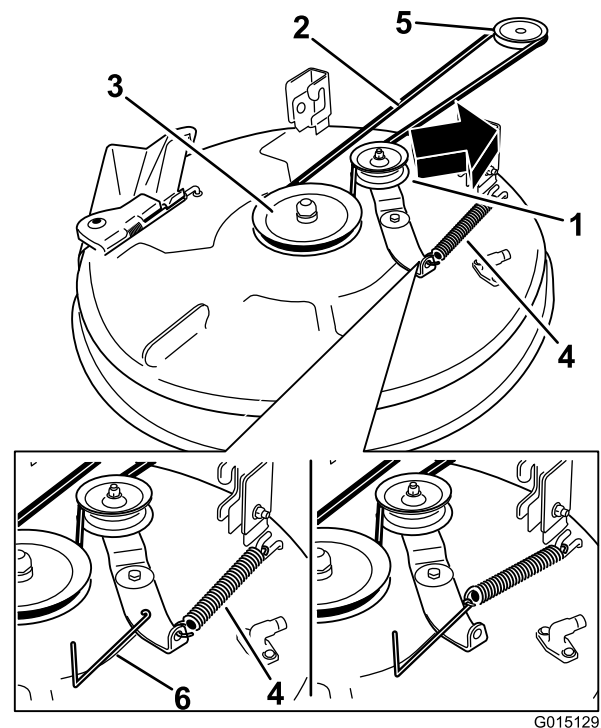

Figure 59
4. À l'aide d'un outil de dépose de ressort (réf. Toro 92-5771), décrochez le ressort du crochet sur le tablier pour éliminer la tension sur la poulie de tension et déchaussez la courroie des poulies (Figure 59).
5. Acheminez la courroie neuve autour de la poulie du moteur et des poulies du tablier de coupe (Figure 59).
6. À l'aide d'un outil de dépose de ressort (réf. Toro 92-5771), accrochez le ressort au crochet situé sur le tablier, ce qui a pour effet d'exercer une tension sur la poulie de tension et la courroie du tablier de coupe (Figure 59).